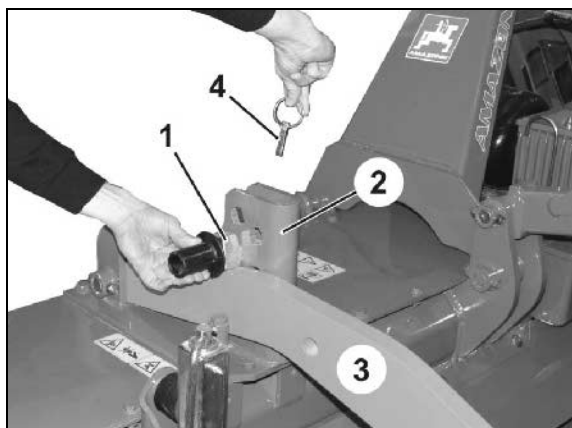

Fig. 28
1. Løft jordbearbejdningredskabet en anelse via traktorens trepunktshydraulik, indtil bærerarmene (Fig. 28/3) frigør hullerne i vangerne (Fig. 28/2) til dybdereguleringsboltene (Fig. 28/1).
3. Fjern ringsplitten (Fig. 28/4).